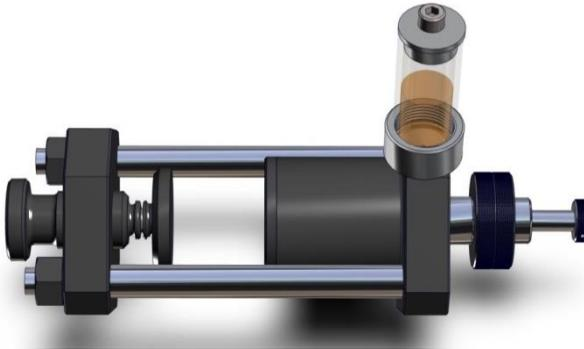

Figure 5.4.2
2. Den Stempel der Anzeigevorrichtung des Grünverformungsprüfteils (Abb. 5.4.1) vorsichtig hoch ziehen und den Prüfkörper zwischen Boden und Prüfstempelunterseite setzen (s. Abb. 5.4.2). Den Stempel anschließend absenken, bis dieser auf dem Prüfkörper aufsitzt.
3. Die Lünette der Messuhr so drehen, dass die Nullmarke mit der Nadel angezeigt wird (Abb. 5.4.2).
8. Die Längenänderung am Prüfkörper kann direkt an der Messuhr abgelesen werden (Abb. 5.4.2).